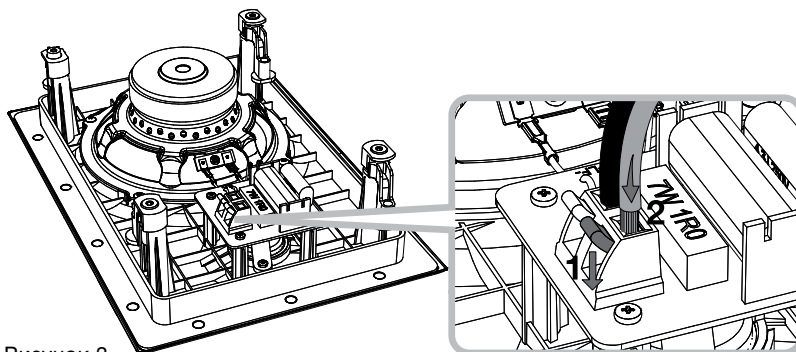

Рисунок 3
4.3 А теперь подсоедините колоночные кабели к пружинным разъемам на плате кроссовера. Убедитесь, что полярность подключения правильная: плюсовой разъем на усилителе должен быть соединен с красной клеммой на колонке. Аналогично, кабель, подсоединенный к минусовому разъему на усилителе, должен быть соединен с черной клеммой на АС. На Рис. 3 проиллюстрировано подсоединение кабелей.